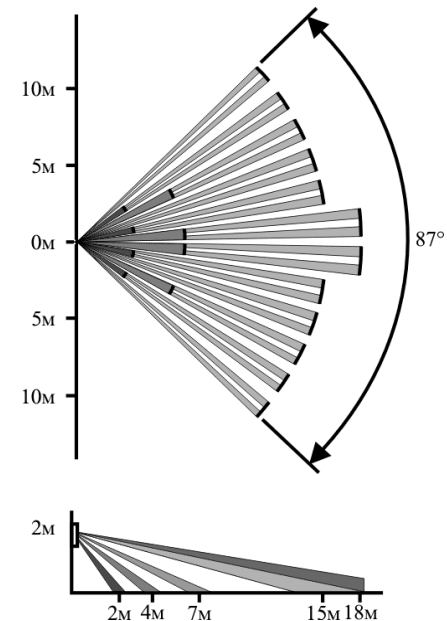

Рис.4 Диаграмма зоны обнаружения при наклоне основания извещателя вперед на угол 12 градусов.
- Широкоугольная линза, позволяющая создать зону обнаружения максимальной площади (см. рис.4).